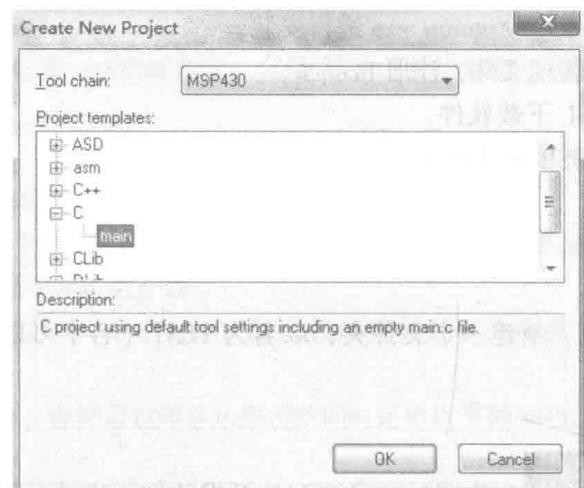

图 1-9 创建新工程对话框
(3) 再单击“Project”文件下的“Create New Project”子菜单，出现如图 1-9 所示的创建新工程对话框。在工程模板“Project templates”中选择第 4 项 C，单击 C 左边的“+”号，展开 C，创建一个 C 语言项目工程。